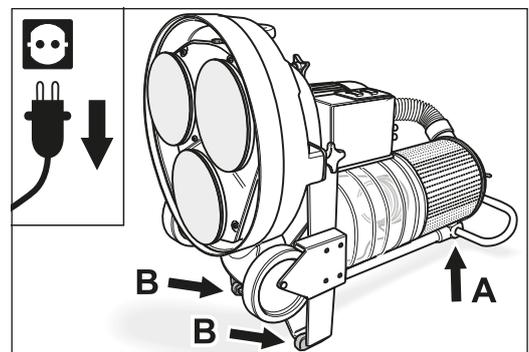

Fig. 52 Incline hacia atrás la máquina para poder accederse a las herramientas. **¡Ponga atención en que la máquina tenga una posición segura!**
- 4 Incline hacia atrás cuidadosamente la máquina en el asidero hasta que la máquina descansa con seguridad sobre el tubo guía y ambas gomas protectoras (Fig. 52). **¡Ponga atención en que la máquina tenga una posición segura!**
- 4 Inclíne hacia atrás cuidadosamente la máquina en el asidero hasta que la máquina descansa con seguridad sobre el tubo guía y ambas gomas protectoras (Fig. 52). **¡Ponga atención en que la máquina tenga una posición segura!**